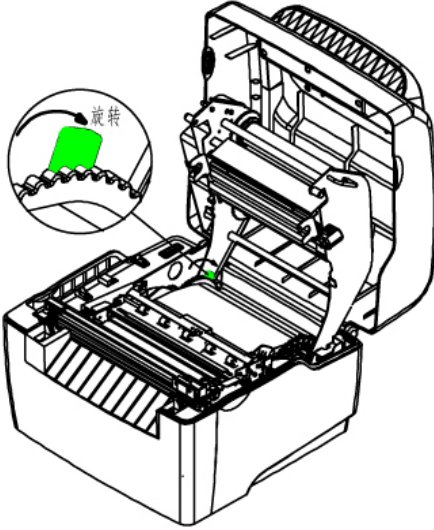

图 2.4.5
- 5) 旋转纸卷识别卡使其插入纸卷识别卡座中，稍微用劲下压识别卡，保证识别卡和识别卡座紧密接触（如图2.4.5）；